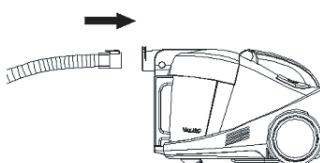

Рис. 5
- Вставьте гибкий шланг в отверстие воздухозаборника (Рис. 5).